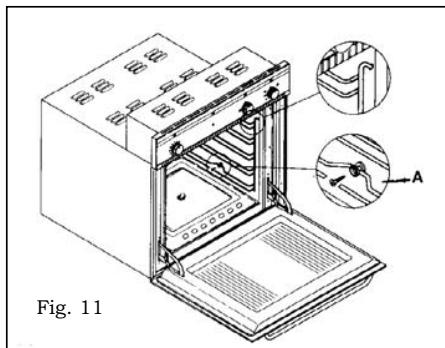

Fig. 11
**Accessori in dotazione del forno - Fig. 11**